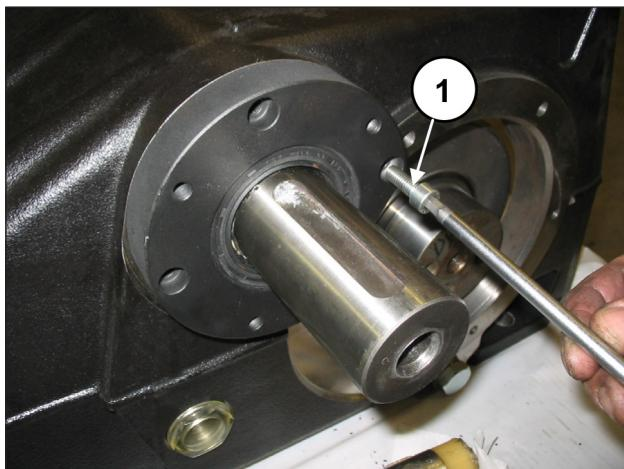

Abb. 68
Montieren Sie einen ersten Zapfwellen-Lagerdeckel (rechts oder links) samt Ölabstreifring an das Pumpengehäuse mithilfe des Werkzeugs Art.27539500 (Pos. ①, Abb. 67) und befestigen Sie den Deckel anhand von 4 Schrauben M8x30 (Pos. ①, Abb. 68).
Bauen Sie den fehlenden Zapfwellen-Lagerdeckel auf das Pumpengehäuse an (Pos. ①, Abb. 67) und befestigen Sie den Deckel anhand von 4 Schrauben M8x30 (Pos. ①, Abb. 68).